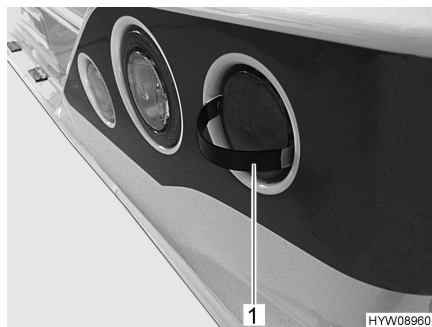

Bild 122 Ta av kåpan
- Stick in låstungor för det medlevererade verktyget (Bild 122,1) som beskrivs vid sidan av skyddet.